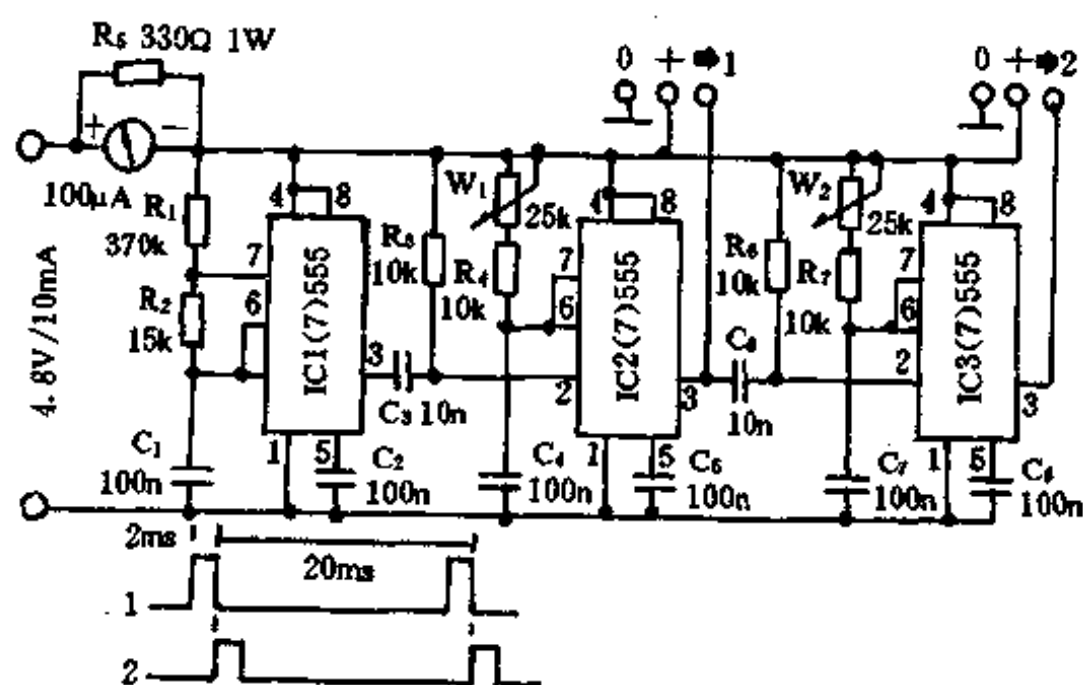

图 1-189
该测试器(见图 1-189),可测两台伺服电机,如要测更多的伺服电机,则可串上更多的 555 定时器,最多可串八级。电路中,IC1 组成一多谐振荡器,图中给出的值,IC 的③脚上输出的脉冲周期为 20ms。IC2 组成的单稳电路,该电路的输出脉宽由 W_1 调节, W_1 和 R_4 串联可保证输出脉冲宽度范围很大,以适合于各类伺服电机,对典型应用为 1~2ms。